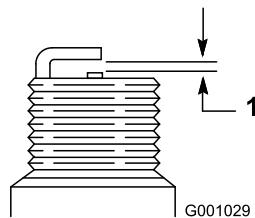

Figure 35
7. Réglez l'écartement des électrodes de la nouvelle bougie à 0,76 mm (Figure 35).